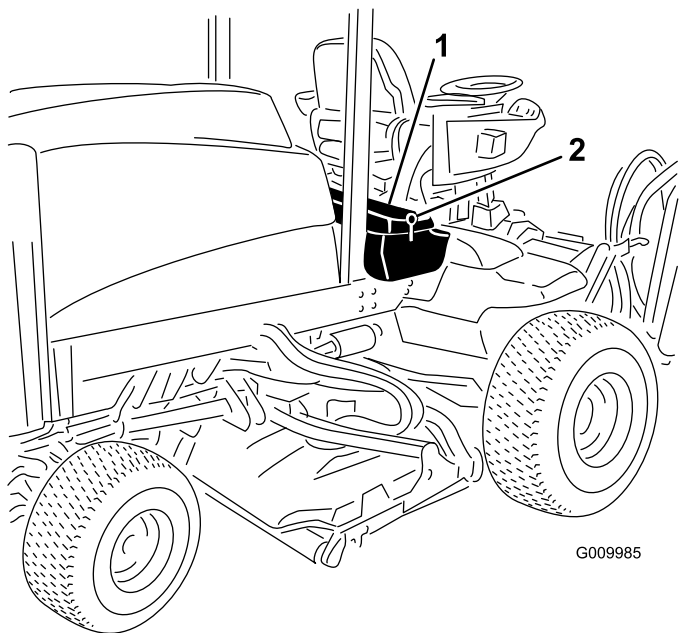

Figura 41
1. Desbloqueie e eleve o painel da consola do operador (Figura 41).